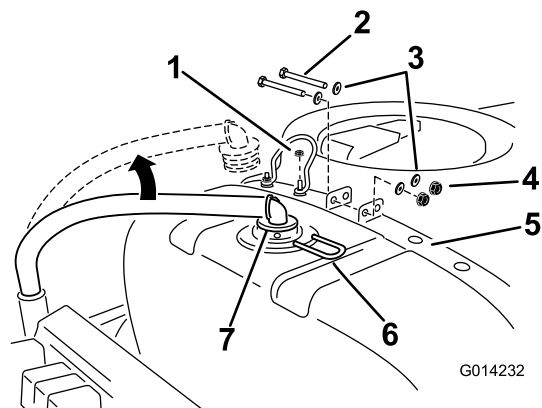

Рисунок 7
- Отсоедините шланг подачи от задней и верхней частей основного бака (Рисунок 7).